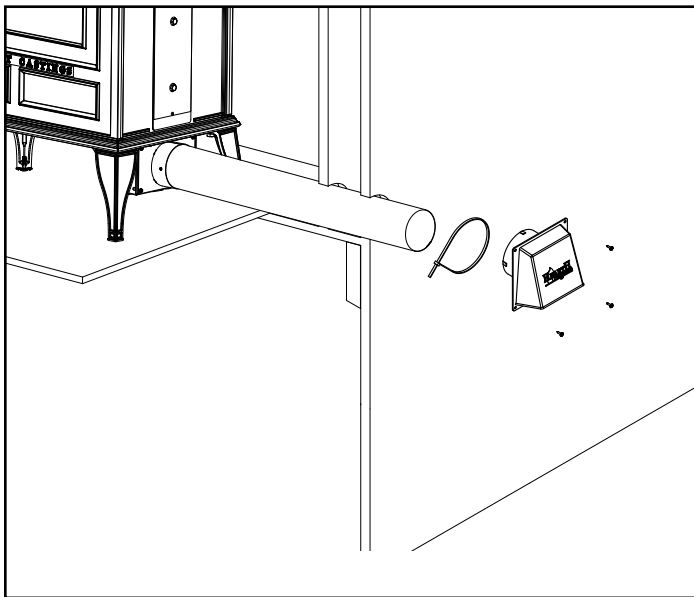

Figure 5.3 - Installation arrière
2. À l'aide d'un tournevis cruciforme n ° 2, fixez l'adaptateur flexible à l'appareil à l'aide de 4 vis. Figures 5.3 et 5.4.